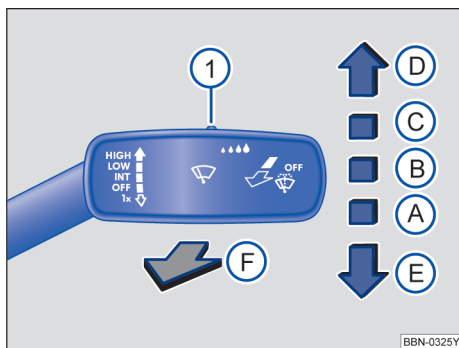

图 87 操作车窗玻璃刮水器
- ① OFF 车窗玻璃刮水器已关闭。
- ② INT 对车窗玻璃进行间歇刮水。
- ③ LOW 慢速刮水。
- ④ HIGH 快速刮水。
- ⑤ 1x 点动刮水 - 短促刮水。
- ⑥ 拉住操作杆时用于清洁前车窗玻璃的刮水和自动清洗功能。
- ⑦ 使用开关→图 87 ① 调节雨量传感器的灵敏度。